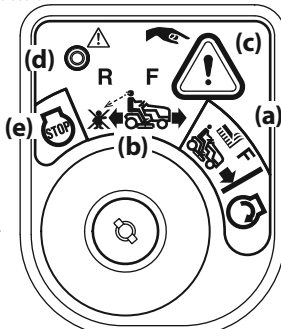

Figura 18
2. Gire la llave de encendido de la posición CORTE NORMAL (a) a la posición MODO PRECAUCIÓN MARCHA ATRÁS (b) del interruptor de encendido. Consulte la Figura 18.
3. Presione y sostenga el BOTÓN MODO PRECAUCIÓN MARCHA ATRÁS (c) que está en la esquina superior derecha del módulo de encendido durante 3 segundos. La luz indicadora roja (d) que está en la esquina superior izquierda del módulo de encendido se mantendrá ENCENDIDA mientras esté el modo activado. Consulte la Figura 18.
4. Una vez activado (luz indicadora ENCENDIDA), se puede operar el tractor en marcha atrás con la PTO (Acople de cuchillas) en la posición acoplada (ON).